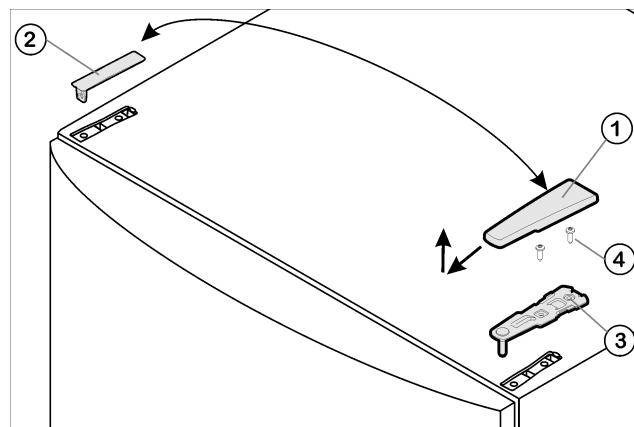

Fig. 4
► Потяните крышку Fig. 4 (1) вперед и вверх.
► Снимите крышку Fig. 4 (2).
- Открутите верхний опорный кронштейн Fig. 4 (3)(2 шт. Torx® 25) Fig. 4 (4) и вытяните вверх.
- ▶ Установите верхний опорный кронштейн Fig. 4 (3) на новой стороне шарнира и защелкните в дверце.
- ▶ Привинтите верхний опорный кронштейн (**с моментом 4 Нм**) (2 шт. Torx® 25) Fig. 4 (4). При необходимости проделайте отверстия или используйте аккумуляторную отвертку.
- ▶ Наденьте и защелкните крышку Fig. 4 (1) и крышку Fig. 4 (2) на противоположной стороне снаружи.